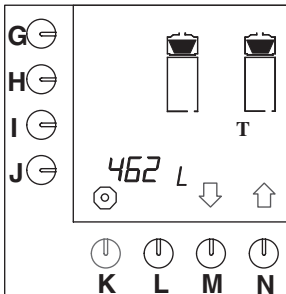

Abb. 38 Gesamtzählwerk für das
- Drücken Sie auf die Wahl taste (N.) $\uparrow$ , bis Abb.38 im Display erscheint.